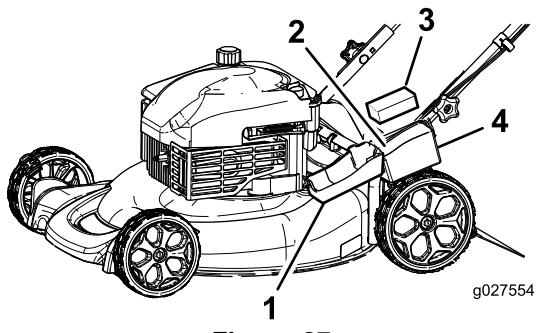

Figura 27
1. Abra a tampa da bateria e retire (Figura 27).